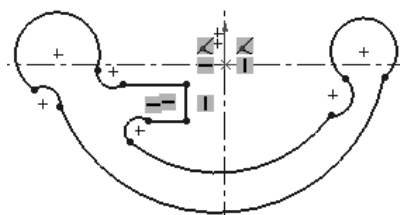

图 6.3 绘制草图实体大概轮廓
Step 2 在图形区绘制图 6.3 所示的草图实体大概轮廓。